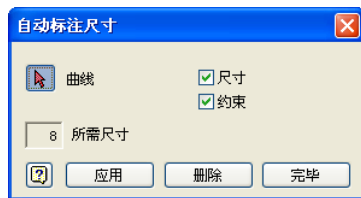

图 2-43 自动标注尺寸对话框
(1) 单击【草图】标签栏【约束】面板中的【自动尺寸和约束】工具按钮，打开如图2-43所示的对话框。